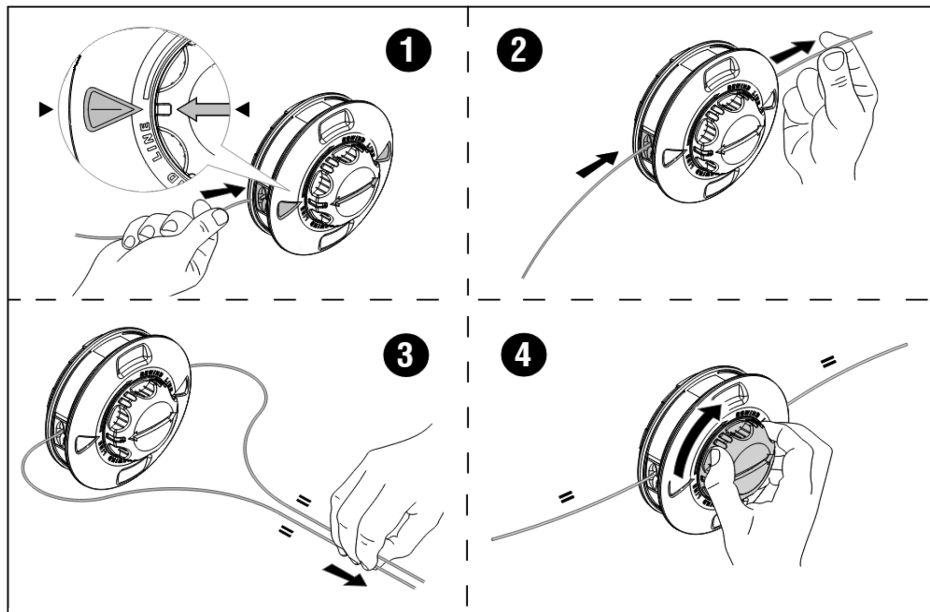

Рис. 17
8.2. Намотка корда на катушку триммерной головки (рис. 17)